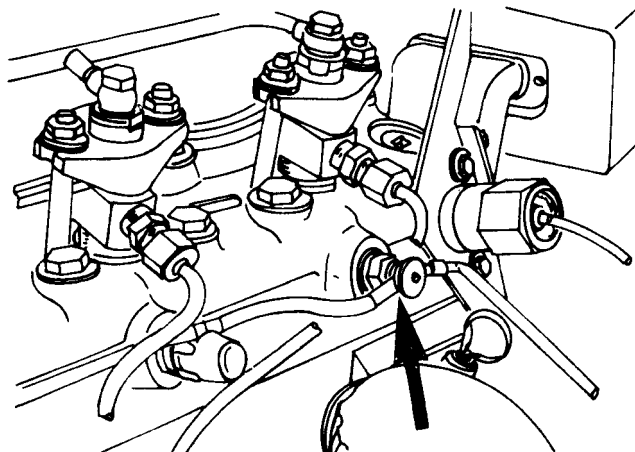

Рис. 1.81. Токовая шина свечей накаливания.
9. Отсоедините от свечей накаливания токовую шину (см. рис. 1.81).